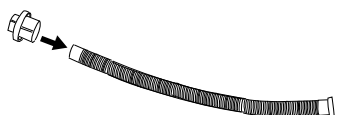
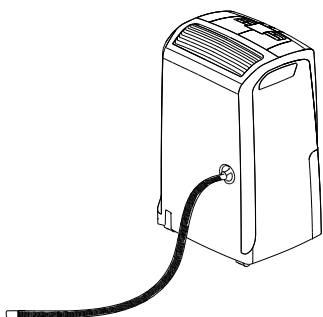

fig. 3
fig. 4
- 2) Stik beskyttelsesproppen **1** i kondensudtømningsrør (8) ved at presse den helt i bund (fig. 3), derefter skru beskyttelsesproppen fast til munden (fig.4).